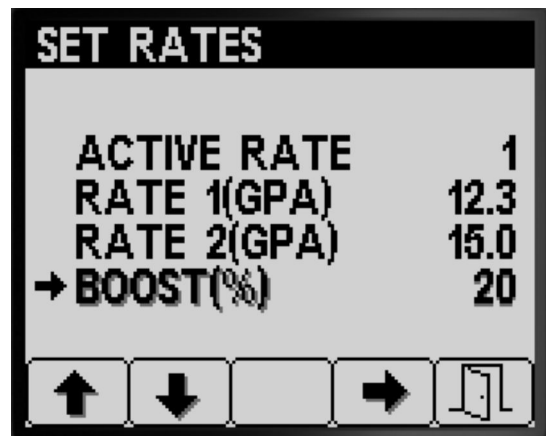

Figure 8
- Appuyez sur le bouton 1 ou 2 pour naviguer jusqu'à l'option de pourcentage de débit intensif (Figure 8).